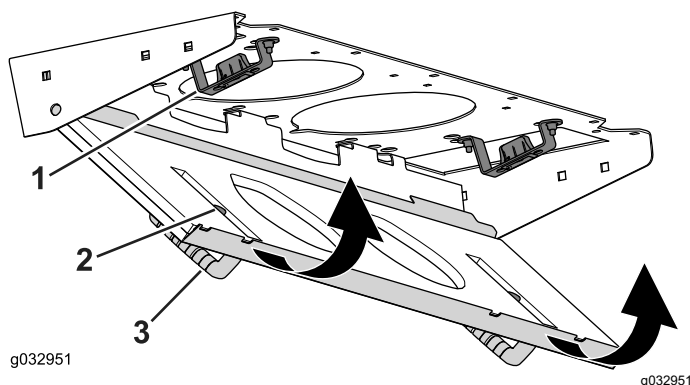

Bild 136
4. Drehen Sie den Filterschirm um die Laschen, bis der Riegel in die Riegelhalterung (Bild 136) einrastet.